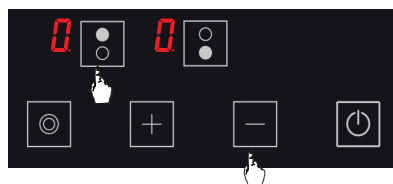

Figure 18
2. Appuyez sur la touche de sélection de plaque de cuisson supérieure (0) et sur la touche moins (-) simultanément. (voir Fig. 18) Vous entendrez un court signal d'avertissement à ce moment-là. Puis, enlevez vos doigts du panneau de commande de la cuisinière.